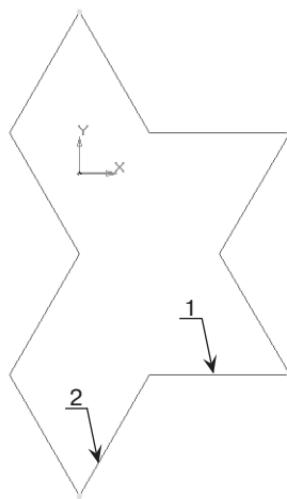

Рис. 388
- кнопка переключения – Редактирование, команда – Усечь кривую. Контуры эскиза по правилам трехмерного моделирования должны быть замкнуты, поэтому удалите ненужные участки (рис. 388). По каждой удаляемой линии щелкайте дважды, так как после копирования их две. Удалите щелчком ЛКМ наложение линий на отрезках 1 и 2, получившееся после копирования;